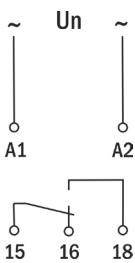

Рисунок 3 – Питание ~ 230 В
2. Подключите реле времени согласно схеме подключения (рис. 3 и 4).